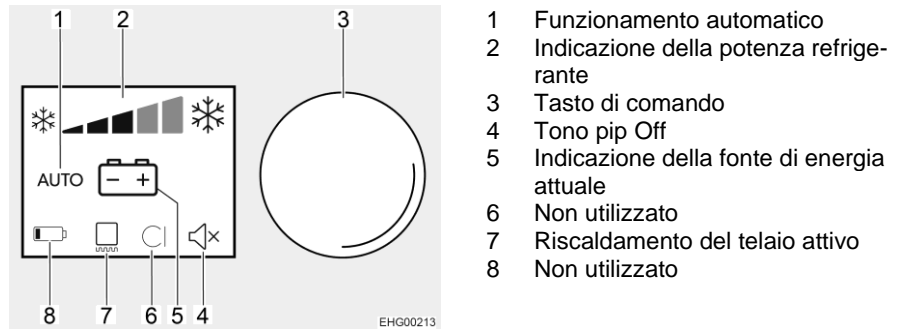

Fig. 205 Uso del frigorifero
Dopo l'accensione il frigorifero seleziona automaticamente la regolazione intermedia del termostato. Questa impostazione può essere successivamente regolata manualmente con il tasto di comando (Fig. 205,3). Le barre (Fig. 205,2) indicano l'impostazione selezionata per il termostato. Ci vogliono alcune ore prima che il frigorifero raggiunga la temperatura normale di esercizio. Cambiando la modalità di funzionamento la regolazione del termostato non viene modificata. La temperatura di refrigerazione è indipendente dal tipo di energia utilizzata.
Nel caso di temperature esterne ed umidità dell'aria elevate è possibile che si formino gocce d'acqua sul telaio in metallo del vano congelatore. Per questo motivo il frigorifero è dotato di un riscaldamento del telaio per il vano congelatore. Nel caso di temperature e umidità dell'aria elevate, accendere il riscaldamento del telaio. È possibile così evitare fenomeni di corrosione. Se il riscaldamento del telaio è acceso, si accende il simbolo Riscaldamento del telaio (Fig. 205,7).
- Ruotare il tasto di comando (Fig. 205,3) fino a che la riga inferiore risulta attiva (menu delle impostazioni).
- Premere per circa 2 secondi il tasto di comando (Fig. 205,3). Il frigorifero si accende con le ultime impostazioni selezionate.
- Premere per circa 4 secondi il tasto di comando (Fig. 205,3). Il frigorifero si spegne e le indicazioni smettono di lampeggiare.